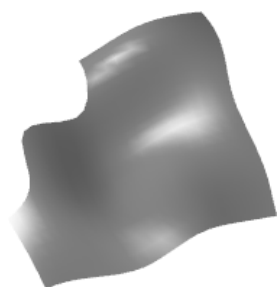

图 7.5.60 模型
使用 曲线(U) 命令可以检测曲面中的曲率分布信息。下面以图 7.5.60 所示的模型为例讲解检查曲面曲率的一般过程。